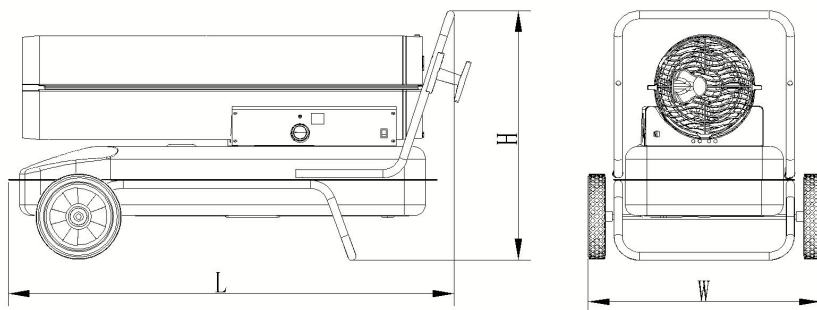

Fig . 2
2. Glissez les roues sur chaque essieu, en veillant à ce que la tige de la valve (si pneumatique) soit à l'extérieur (voir Fig. 2).
3. Glissez les rondelles plates (L) sur l'axe, au-delà du petit trou. Insérez la